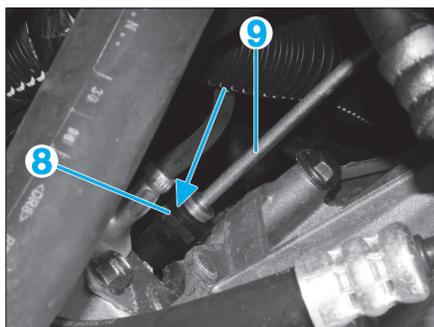

Fig. 61
- Débrancher la canalisation (9) de la commande d'embrayage sur le récepteur d'embrayage (8) en appuyant sur l'agrafe de maintien (Fig.61).